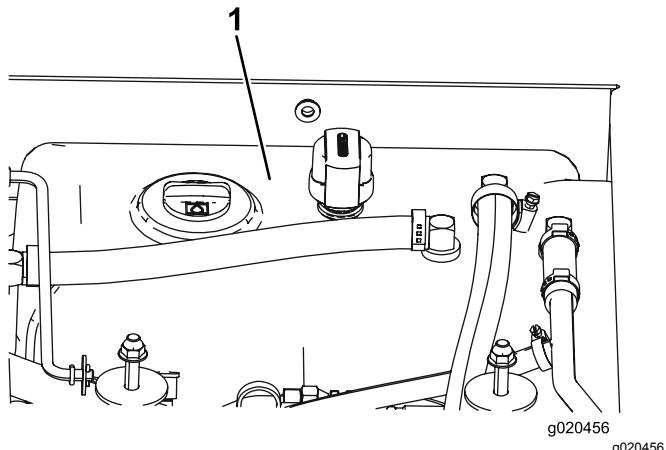

Figura 102
- Riempite il serbatoio (Figura 102) di fluido idraulico; fate riferimento a Controllo del fluido idraulico \(pagina 74\).